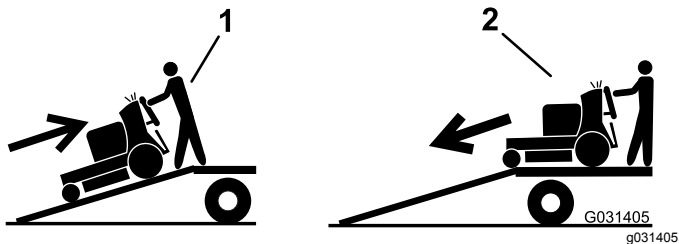

Figura 30
5. Risalite in retromarcia la rampa (Figura 30).